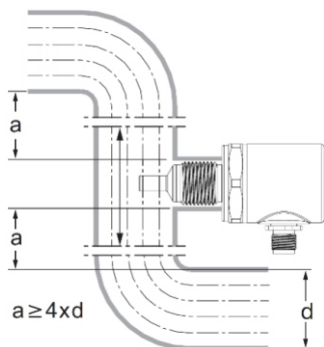

Рисунок 1
(1) Убедитесь, что длина переднего/заднего прямого участка трубы более чем в 4 раза превышает внутренний диаметр трубы (рис. 1).